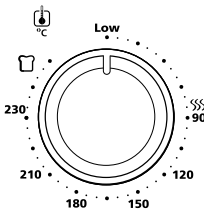

Figura 1
1. **Perilla selectora de temperatura:** ajusta el dial del termostato a la graduación de temperatura deseada (ver Figura 1).